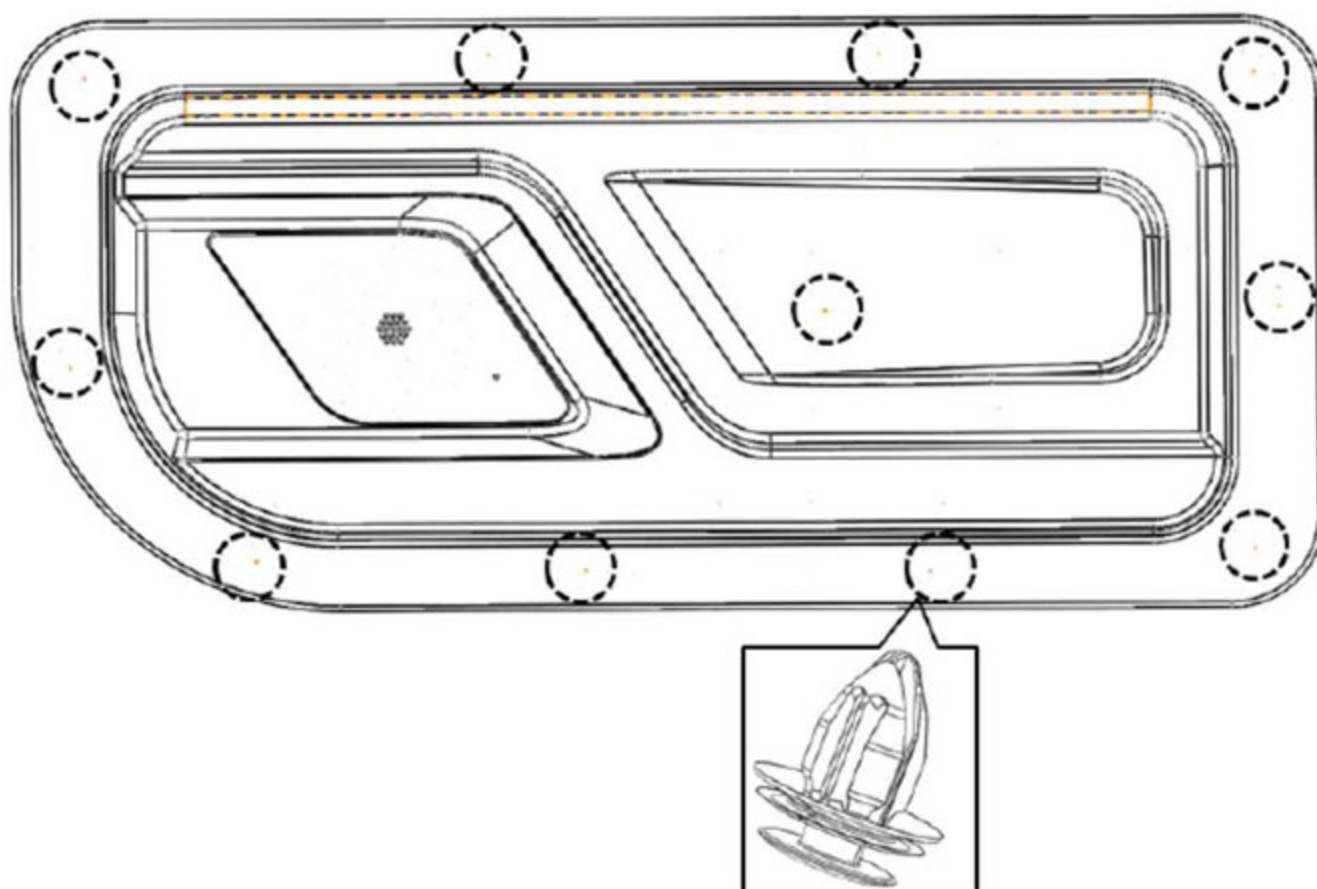

图1.8.5.2 右后侧围护板拆卸
(1) 使用缠有保护胶带的一字螺丝刀在图1.8.5.2 右后侧围护板拆卸所示的卡扣处沿与钣金垂直的方向把塑料卡扣紧固点从钣金分离，共11个。即可取下右后侧围护板
(2) 按照与拆卸相反的顺序进行安装：